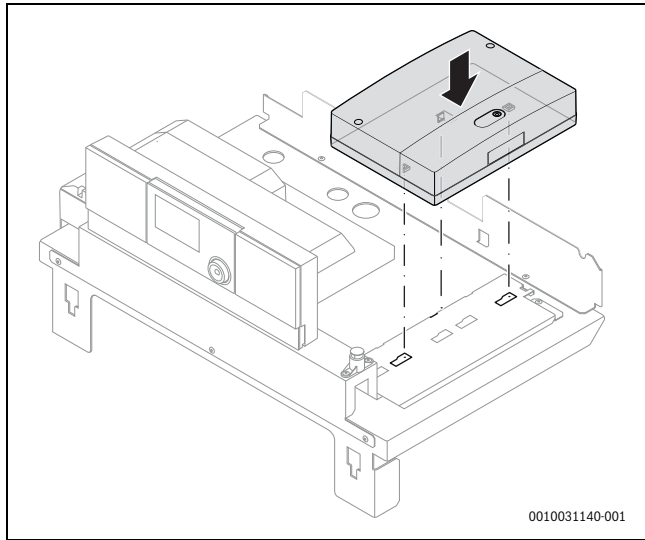

Bild 17 Montage des Elektronik-Moduls unter der Kesselhaube (Beispiel)
- Modul entsprechend Bild 17 und 18 unter der Kesselhaube montieren.